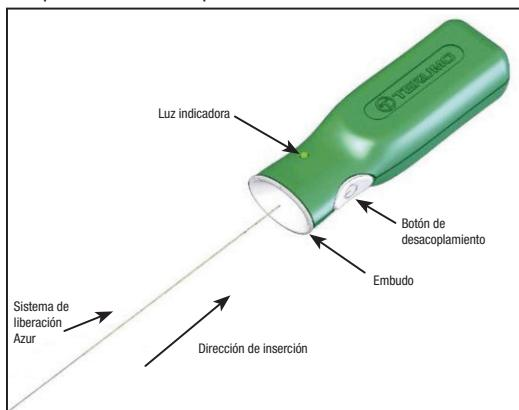

Figura 4. Controlador de desacoplamiento Azur
12. Abra la bolsa del tapón vascular Azur y saque el aro dispensador. Antes de utilizar el dispositivo, retire la cuba del aro del dispensador. Manteniendo el implante de tapón vascular y el introductor Azur en su sitio, saque el impulsor del aro dispensador, de forma que el extremo proximal del sistema de liberación quede expuesto. Tenga cuidado de no contaminar este extremo del sistema de liberación con sustancias extrañas, como sangre o medio de contraste. Inserte con firmeza el extremo proximal del sistema de liberación en la sección de embudo del controlador de desacoplamiento Azur. Consulte la figura 4. **No pulse el botón de desacoplamiento en este momento.**
31. Conecte el extremo proximal del sistema de liberación al controlador de desacoplamiento Azur; para ello, introduzca con firmeza el extremo proximal del sistema de liberación en la sección de embudo del controlador de desacoplamiento Azur. Consulte la figura 4.